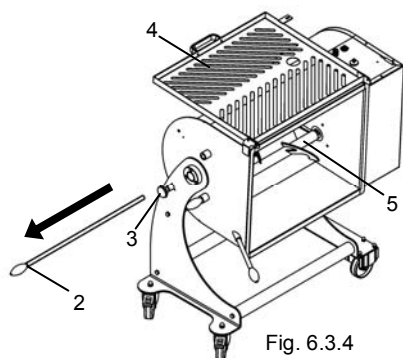

Fig. 6.3.4
- Desenroscar la perilla de bloqueo de la cubeta en sentido contrario a las agujas del reloj "3" Fig. 6.3.4
- Abrir la rejilla "4" Fig. 6.3.4 y desmontar las palas.
- Coger una a la vez las palas "5" Fig. 6.3.4 y tirarlas hacia afuera sacándolas del alojamiento donde están introducidas.